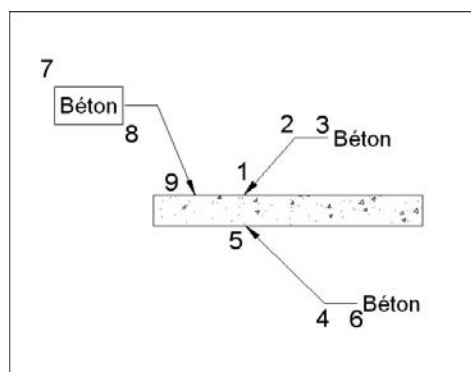

Fig.9.42
- 1 Activer la fonction de création d'une ligne de repère multiple par l'une des options suivantes (fig.9.42) :